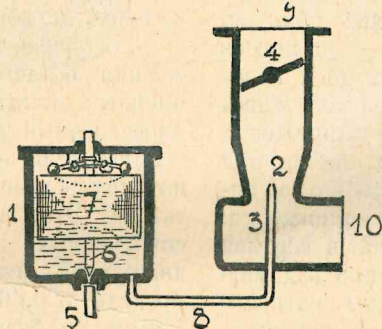

Рис. 5. Схема пульверизационного карбюратора.
На рис. 5 показана схема распылительного карбюратора. Он состоит из поплавковой камеры (1), смесительной камеры (2), жиклера (3) и дроссельного клапана (4).